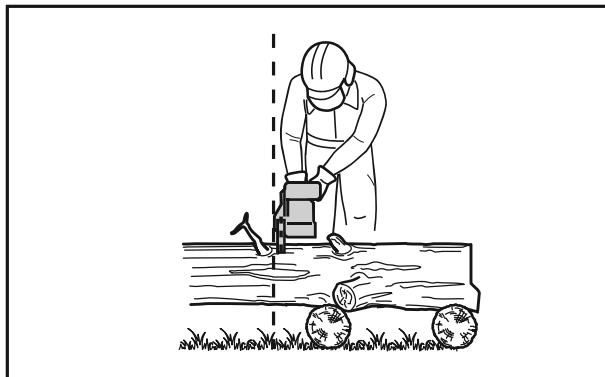

Fig. 17
2. Sujete siempre el producto firmemente con ambas manos: la empuñadura delantera (3) con la mano izquierda y la empuñadura trasera (1) con la mano derecha. Agarre bien ambas empuñaduras en todo momento durante el uso del producto. No utilice nunca el producto con una sola mano.
3. Utilice siempre el producto en una postura segura. Sostenga el producto en el lado derecho de su cuerpo (Fig. 17).